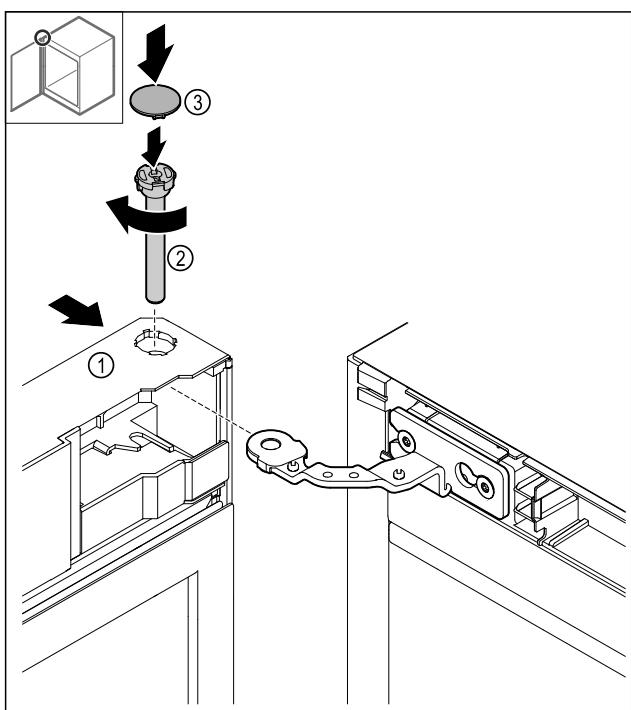

Fig. 47
- Nasuňte dvere Fig. 47 (1) hore na záves.
- Zastračte čap Fig. 47 (2) a utiahnite ho v smere hodinových ručičiek.
- Nasadte kryt Fig. 47 (4).